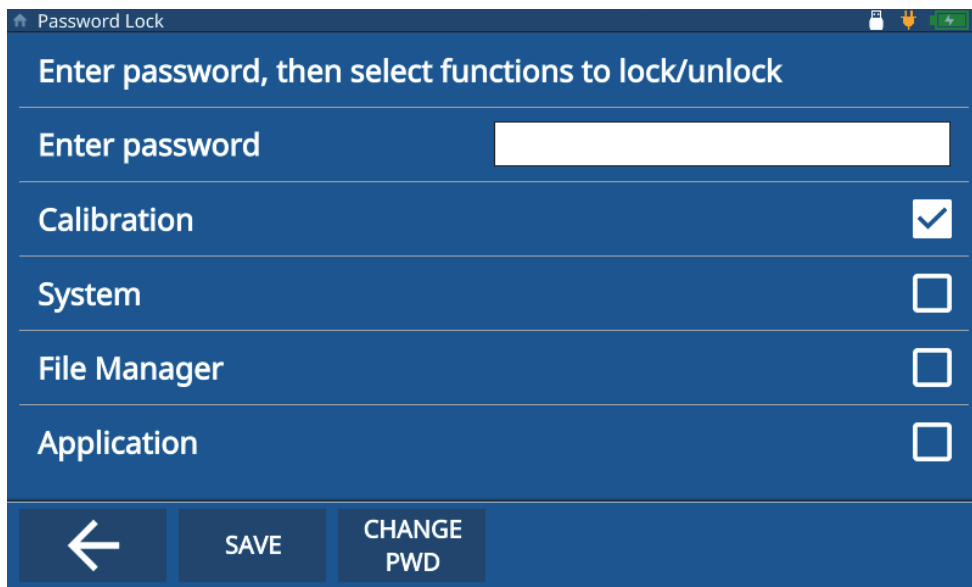

Figura 8-3 Pantalla para desactivar el bloqueo del instrumento
5. Seleccione las funciones para inhabilitar el bloqueo retirando la marca de las casillas de verificación apropiadas (ver Figura 8-3 en la página 80).